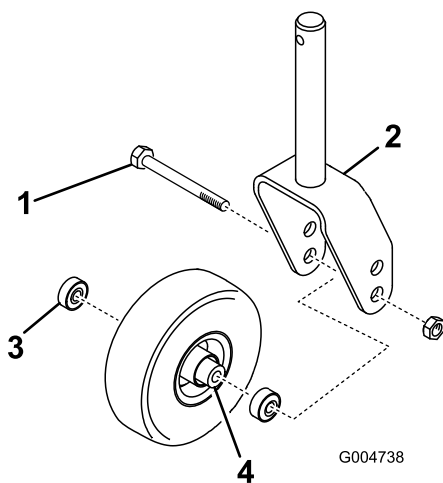
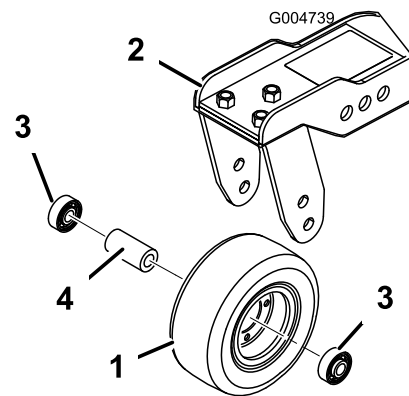

Figura 84
Figura 85
1. Retire a porca de bloqueio do parafuso que fixa a estrutura da roda giratória entre a forquilha da roda giratória (Figura 84) ou o braço articulado da roda giratória (Figura 85). Fixe a roda giratória e retire o parafuso da forquilha ou do braço articulado.
2. Retire o rolamento do cubo da roda e deixe cair a cunha do rolamento para fora (Figura 84 e Figura 85). Retire o rolamento do lado oposto ao do cubo da roda.